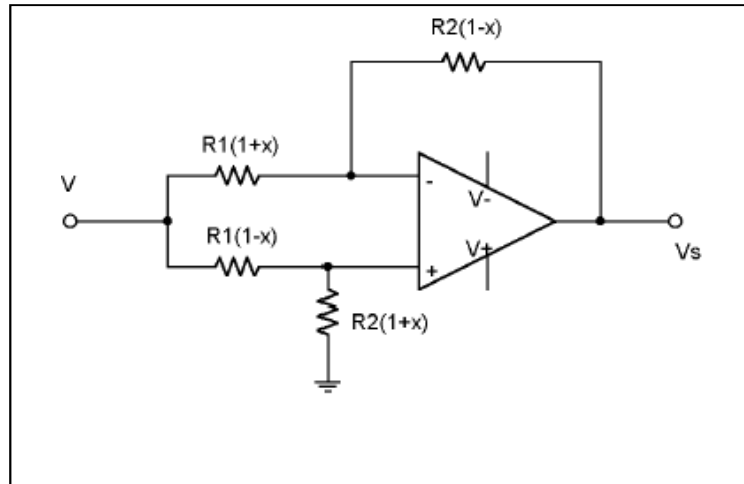

Figure 2: schéma électrique de l'amplificateur de différence compte tenu des dispersions sur les résistances.
- ✓ Calculez dans le pire des cas, représenté sur la figure 2, le gain en mode commun. On admettra que le gain différentiel  $G_d$  reste inchangé, calculez le taux de réjection du mode commun TRMC de ce montage ( $x=0.05$ ).